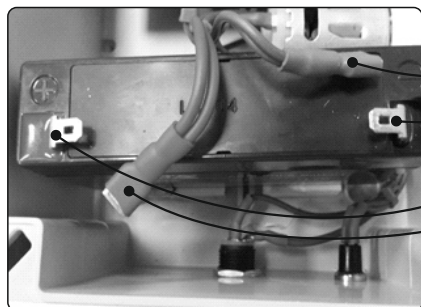

Рис. 10
5. Проверьте соответствие цветовой индикации коннекторов и клемм (Рис. 10 и 11) перед отключением аккумулятора. Красный коннектор это (+) подключается к положительной клемме аккумулятора (красной). Чёрный или Синий коннектор это (-) подключается к отрицательной клемме аккумулятора (Черной). У аккумулятора есть цветовая индикация клемм: красная клемма положительная (+), чёрная клемма отрицательная (-).